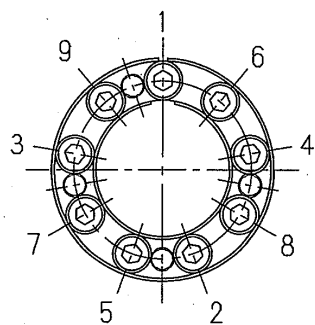

図4 ボルト締付け順序例
5. 所定の深さまで挿入後、ボスと軸との相対（円周上、軸線上）の位置決めをしてください。トルクレンチ目盛を締付トルクMA（締付トルクMAは表1をご参照ください）の1/4程度に合わせ、締付ボルトをほぼ対角になる様、図4に示した順番で締付けてください。この時各々のボルトは一度に締付けるのではなく、均等な締付けになるよう1回の締付け角度は30度程度を目安として、規定値になるまで図4に示す順番で何巡か繰り返してください。